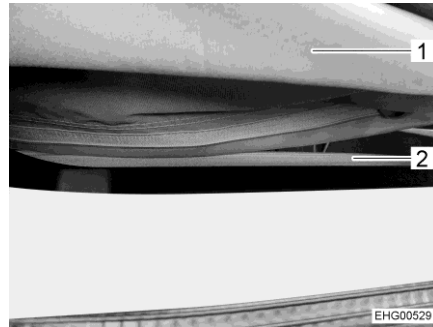

Fig. 54 Fermeture éclair
- Ouvrir entièrement la fermeture éclair (Fig. 54,2) sur le bas du soufflet (Fig. 54,1).